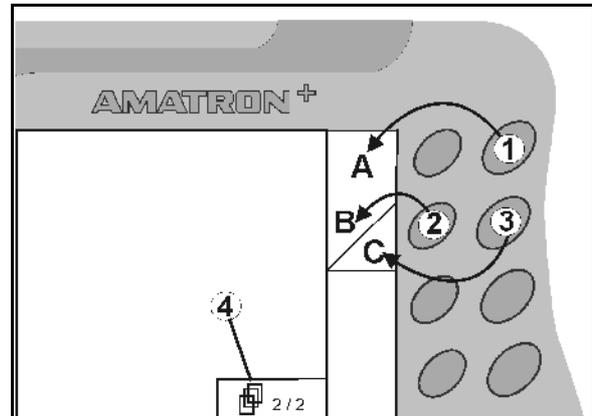

Fig. 8
- Erscheinen auf dem Display Quadratfelder ist nur die rechte Taste (Fig. 8/1) dem Funktionsfeld zugeordnet (Fig. 8/A).
- ist die linke Taste (Fig. 8/2) dem Funktionsfeld oben links (Fig. 8/B) zugeordnet.
- ist die rechte Taste (Fig. 8/3) dem Funktionsfeld unten rechts zugeordnet (Fig. 8/C).
<ul style="list-style-type: none"> • Blättern in weitere Menüblätter, nur möglich wenn Symbol (Fig. 8/4) im Display erscheint